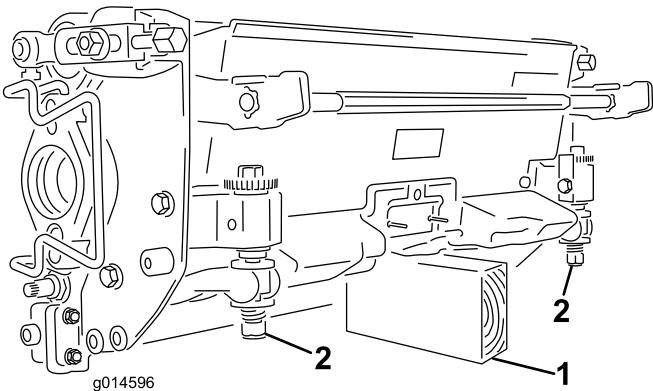

Figura 3
Se for necessário inclinar a unidade de corte para que a lâmina de corte e o cilindro fiquem expostos, coloque um apoio por baixo da unidade de corte para assegurar que as porcas nos parafusos de ajuste da extremidade traseira da barra de apoio não fiquem apoiadas sobre a superfície de trabalho (Figura 3).
**Importante:** Se for necessário inclinar a unidade de corte para que a lâmina de corte e o cilindro fiquem expostos, coloque um apoio por baixo da unidade de corte para assegurar que as porcas nos parafusos de ajuste da extremidade traseira da barra de apoio não fiquem apoiadas sobre a superfície de trabalho (Figura 3).